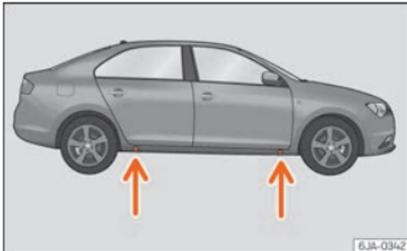

Abb. 64 Radwechsel: Ansetzstellen für den Wagenheber
- Suchen Sie am Längsträger die Markierung des Aufnahmepunktes für den Wagenheber (Eindrückung), die dem zu wechselnden Rad am nächsten liegt » » **Abb. 64**.